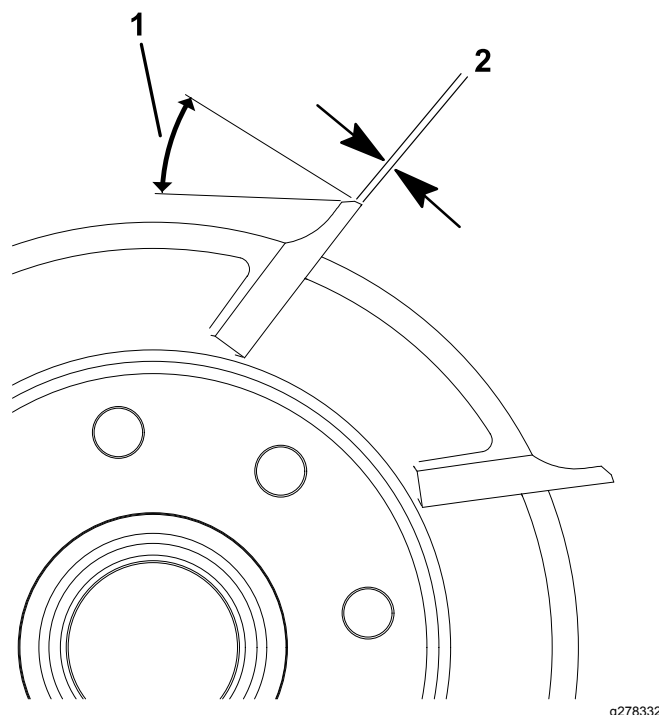

Figure 19
1. Créez un angle de dépouille de 30 degrés sur toutes les lames de cylindre jusqu'à obtention d'une facette de 0,76 à 1,27 mm de largeur (**Figure 19**).